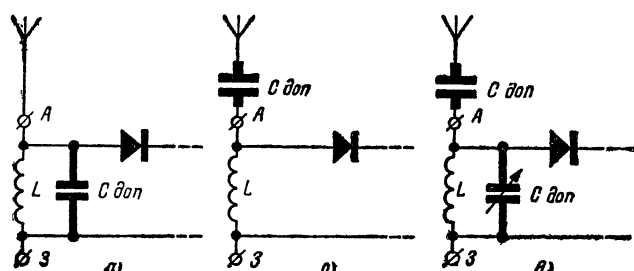

Рис. 2. Схемы опытов с детекторным приемником
**Опыт 1.** Возьмите постоянный конденсатор на 30—50 пФ и подключите его параллельно выводам катушки (рис. 2а). Громкость передачи уменьшится. Теперь подключите конденсатор большей емкости — 100—150 пФ. Громкость упадет настолько, что передача станет едва слышной. В чем тут дело?
**Опыт 2.** Возьмите постоянный конденсатор на 100—150 пФ и включите его последовательно с антенной (рис. 2б). Вы заметите, что громкость передачи упадет. Опять же произошла расстройка контура. Если раньше собственная емкость антенны была подключена параллельно катушке, теперь последовательно с ней стоит добавочный конденсатор. Известно, что при последовательном соединении конденсаторов их общая емкость меньше каждого из них. Значит, параллельно катушке теперь подключен конденсатор меньшей емкости. Расстройка контура (а значит, и снижение громкости передачи) будет тем сильнее, чем меньше величина добавочной емкости. В этом вы сможете убедиться сами, включая последовательно с антенной различные конденсаторы.
**Опыт 3.** Возьмите постоянный конденсатор на 50—100 пФ и переменный конденсатор с максимальной емкостью не менее 300 пФ. Соберите схему по рис. 2в. Здесь постоянный конденсатор включен последовательно с антенной, переменный — параллельно катушке индуктивности. Если у вас окажется переменный конденсатор с воздушным диэлектриком, его корпус должен соединяться с нижним по схеме выводом катушки (с «землей»), а ротор (подвижные пластины) — с верхним выводом.